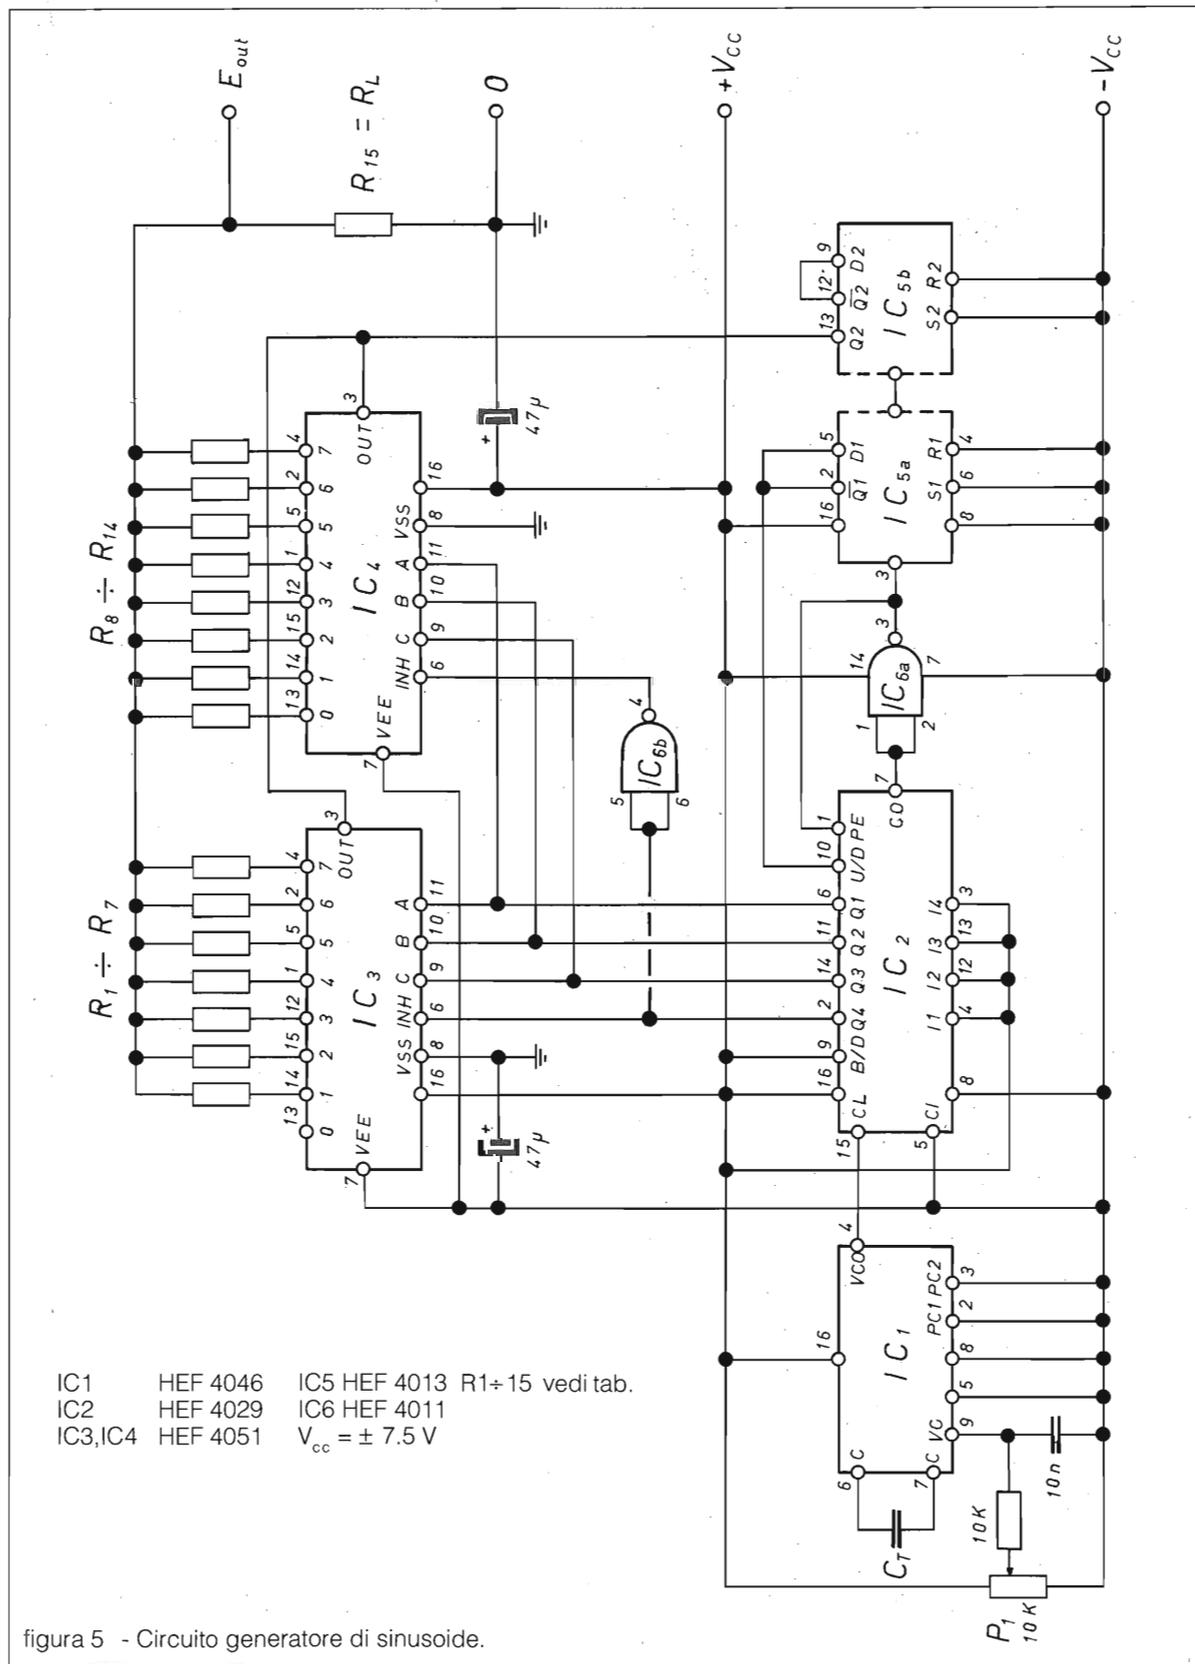
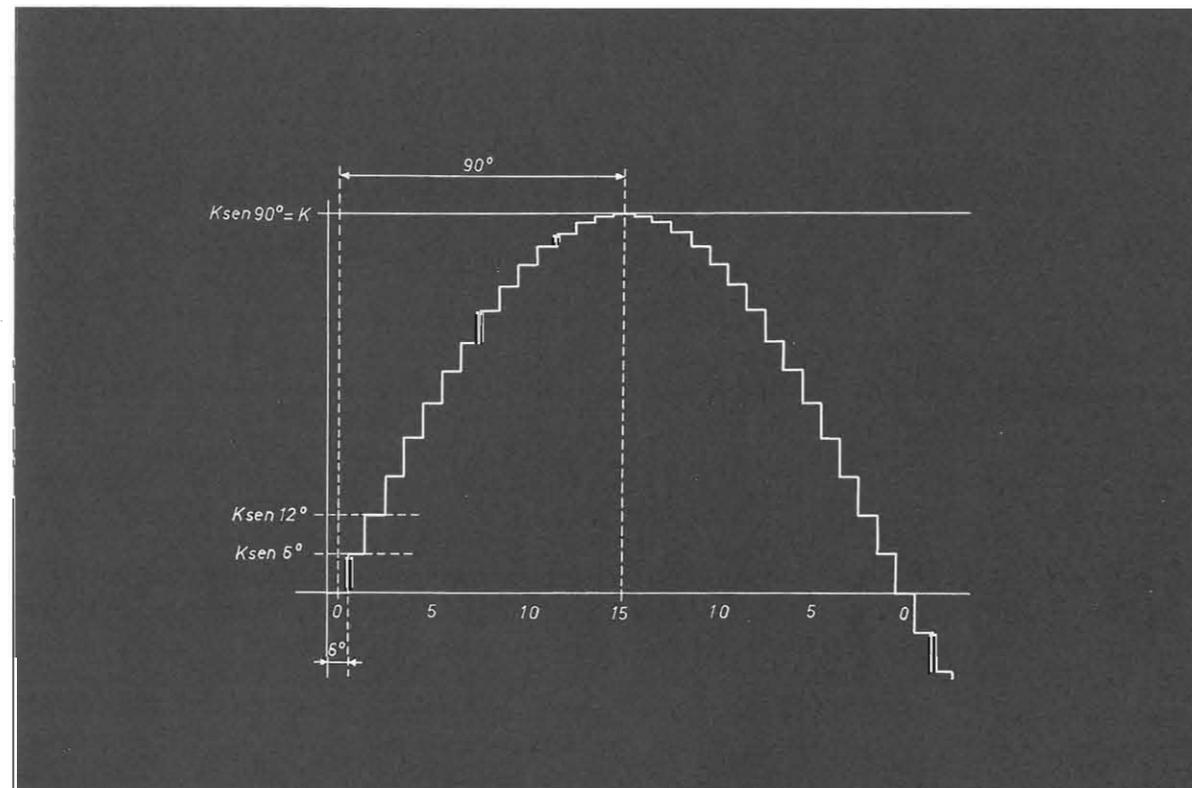

figura 5 - Circuito generatore di sinusoide.
figura 6 - Sinusoide risultante da una serie di step di diversa ampiezza.
Per sintetizzare la sinusoide, pure con l'artificio dell'up/down, è naturale servirsi di partitori resistivi inseriti, in successione, da switch analogici controllati dai Q del, o dei, contatori, come mostra la figura 5. Si osservi, infatti (figura 6) che la sinusoide, o per meglio dire la mezza sinusoide, viene sintetizzata da una serie di step, tutti di diversa ampiezza.
Proporzionalmente all'ampiezza dei singoli step vanno quindi dimensionati i resistori del partitore (R₁...R₁₅, figura 5). Nel caso specifico di 16 step in salita ed altrettanti in discesa; poiché
Nel circuito di figura 5, la commutazione UP/DOWN è affidata ad un flip/flop (IC5a) triggerato dal carry-out (CO) del contatore (IC2). La commutazione di polarità, necessaria a sintetizzare le due